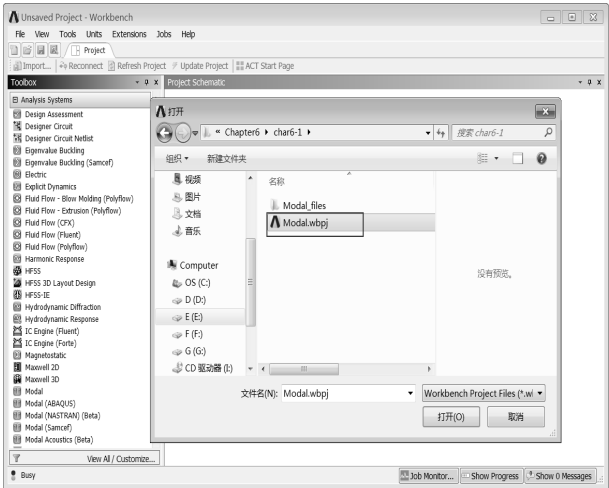

图 8-38 打开文件
Step2 : 单击工具栏中的 Open 按钮 , 在弹出的如图 8-38 所示的 “ 打开 ” 对话框中找到计算机机箱模态分析文件 , 即 Modal.wbpj 文件 , 单击 “ 打开 ” 按钮。